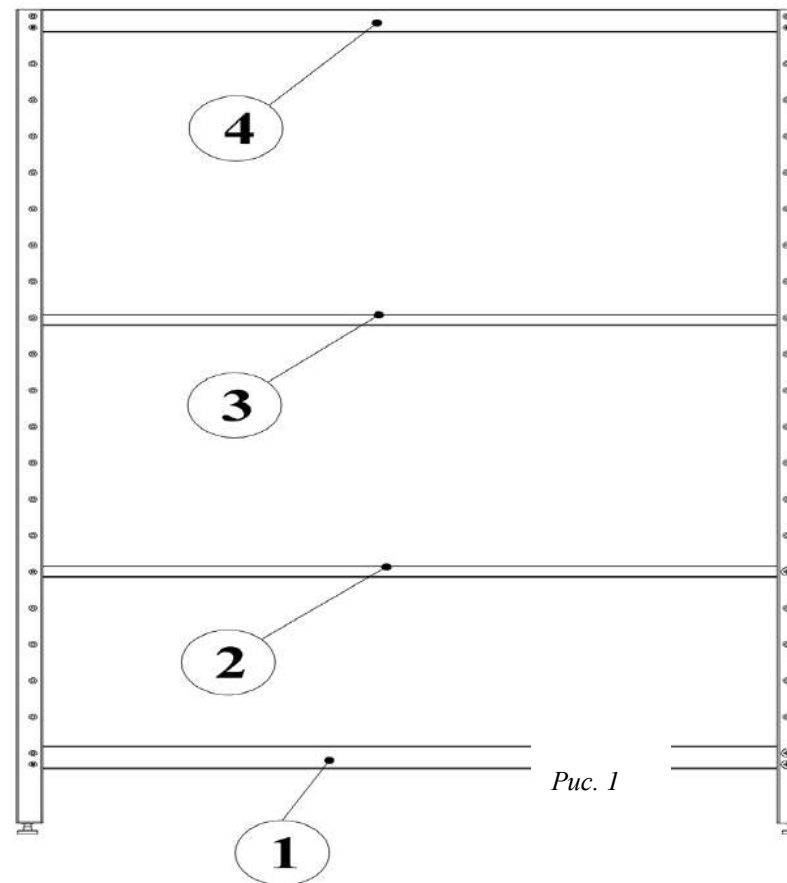

Рис. 1
Стеллаж предназначен для использования на предприятиях общественного питания. Служит для хранения пищевых продуктов и кухонных принадлежностей. Стеллаж поставляется в разобранном виде, внешний вид показан на **Рис.1**
1. Опору(4) вставить в стойки (3), вкрутить ножки (5), см. рис.1.
2. Болтами (6) через гровер (7) и шайбу(8) прикрутить основания стеллажа (2) к стойкам (3). Болты до упора не затягивать.
3. Установить полки (1) на желаемой высоте, закрепить их в соответствии с п. 2
- Произвести регулировку стеллажа по горизонтали ножками (5)